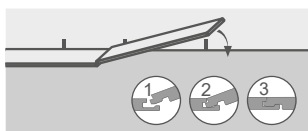
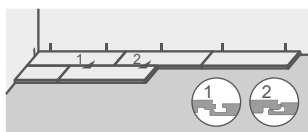

Рисунок 10
Рисунок 11
- 11.10.2 Уложить следующую планку. Для этого гребень торцевого замка укладываемой планки вставить в паз торцевого замка уже уложенной планки под углом (см. Рисунок 10), при этом продольная сторона планки должна быть установлена с небольшим смещением, так чтобы при опускании планки вниз можно было ввести в зацепление продольный замок с предыдущим рядом (см. Рисунок 11).